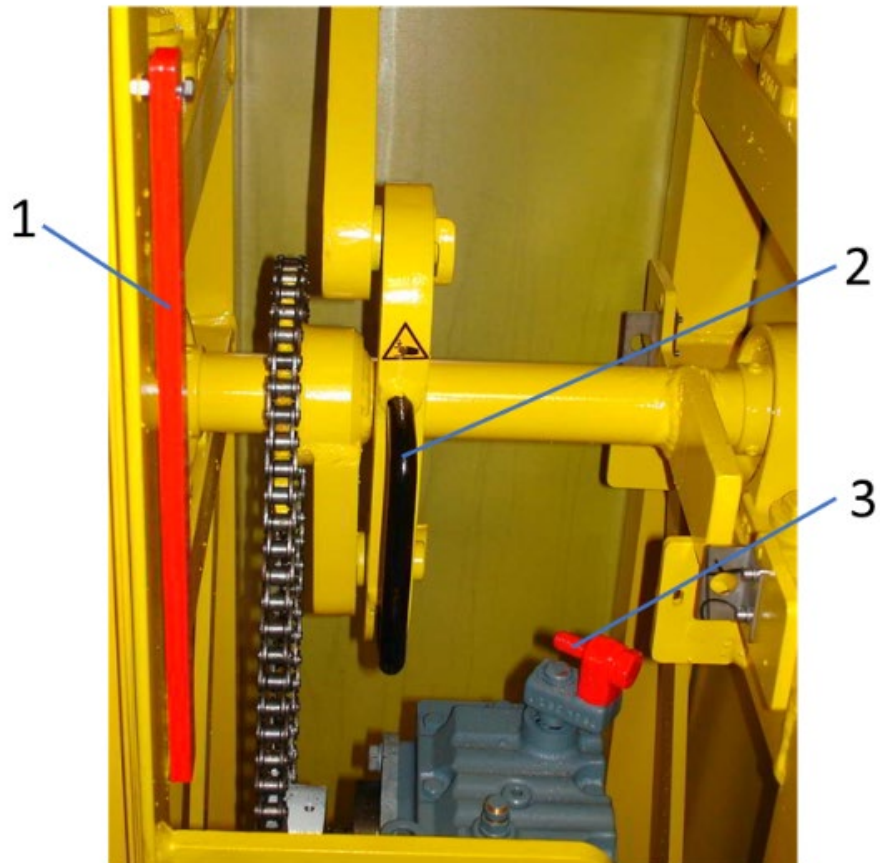

Abb. 27: Handbetätigung Schranke
3. Hebel (1) aus der Halterung nehmen.
4. Hebel mit der Bohrung auf den roten Bolzen der Notbetätigung (3) stecken.
5. Hebel (1) im Uhrzeigersinn drehen.
- ✓ Die Klauenkupplung ist getrennt. In Abb. 27 ist dieser Zustand dargestellt.
6. Getriebehebel (2) aus der Verriegelung ziehen.